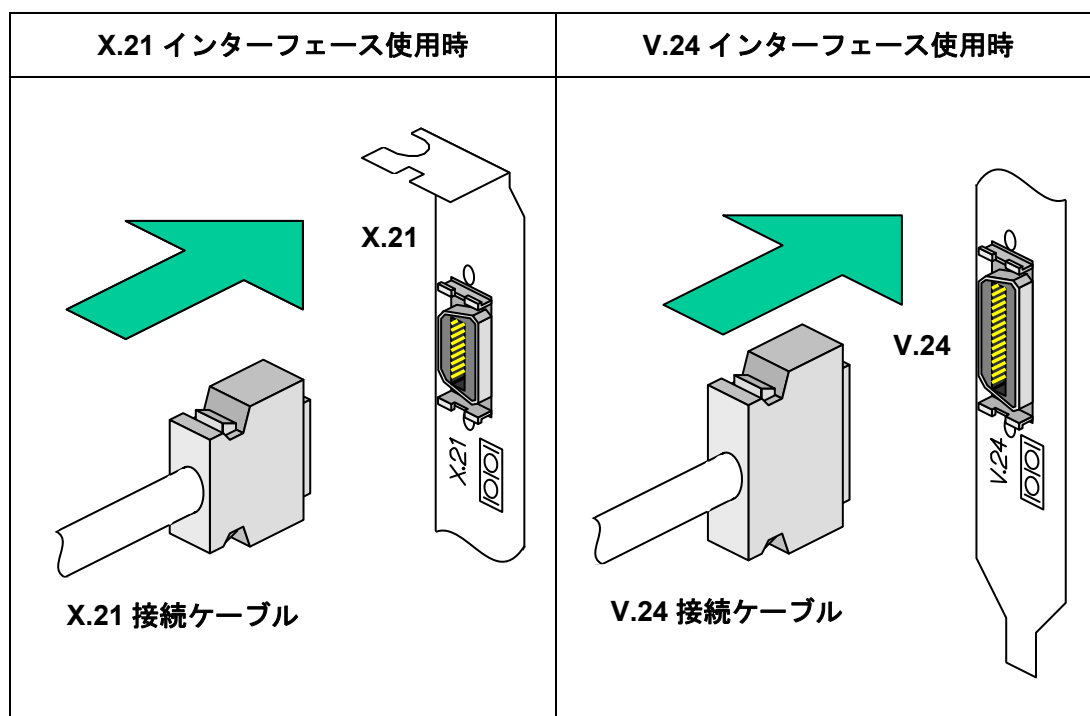

図 2 ケーブルの接続図
1. 高速回線ボードを専用回線に接続するには、V.24 インターフェースもしくは X.21 インターフェースそれぞれ異なった専用ケーブルが必要です。専用ケーブルの一端を下図 2 にしたがって、ボード上の通信コネクタにしっかりと接続してください。